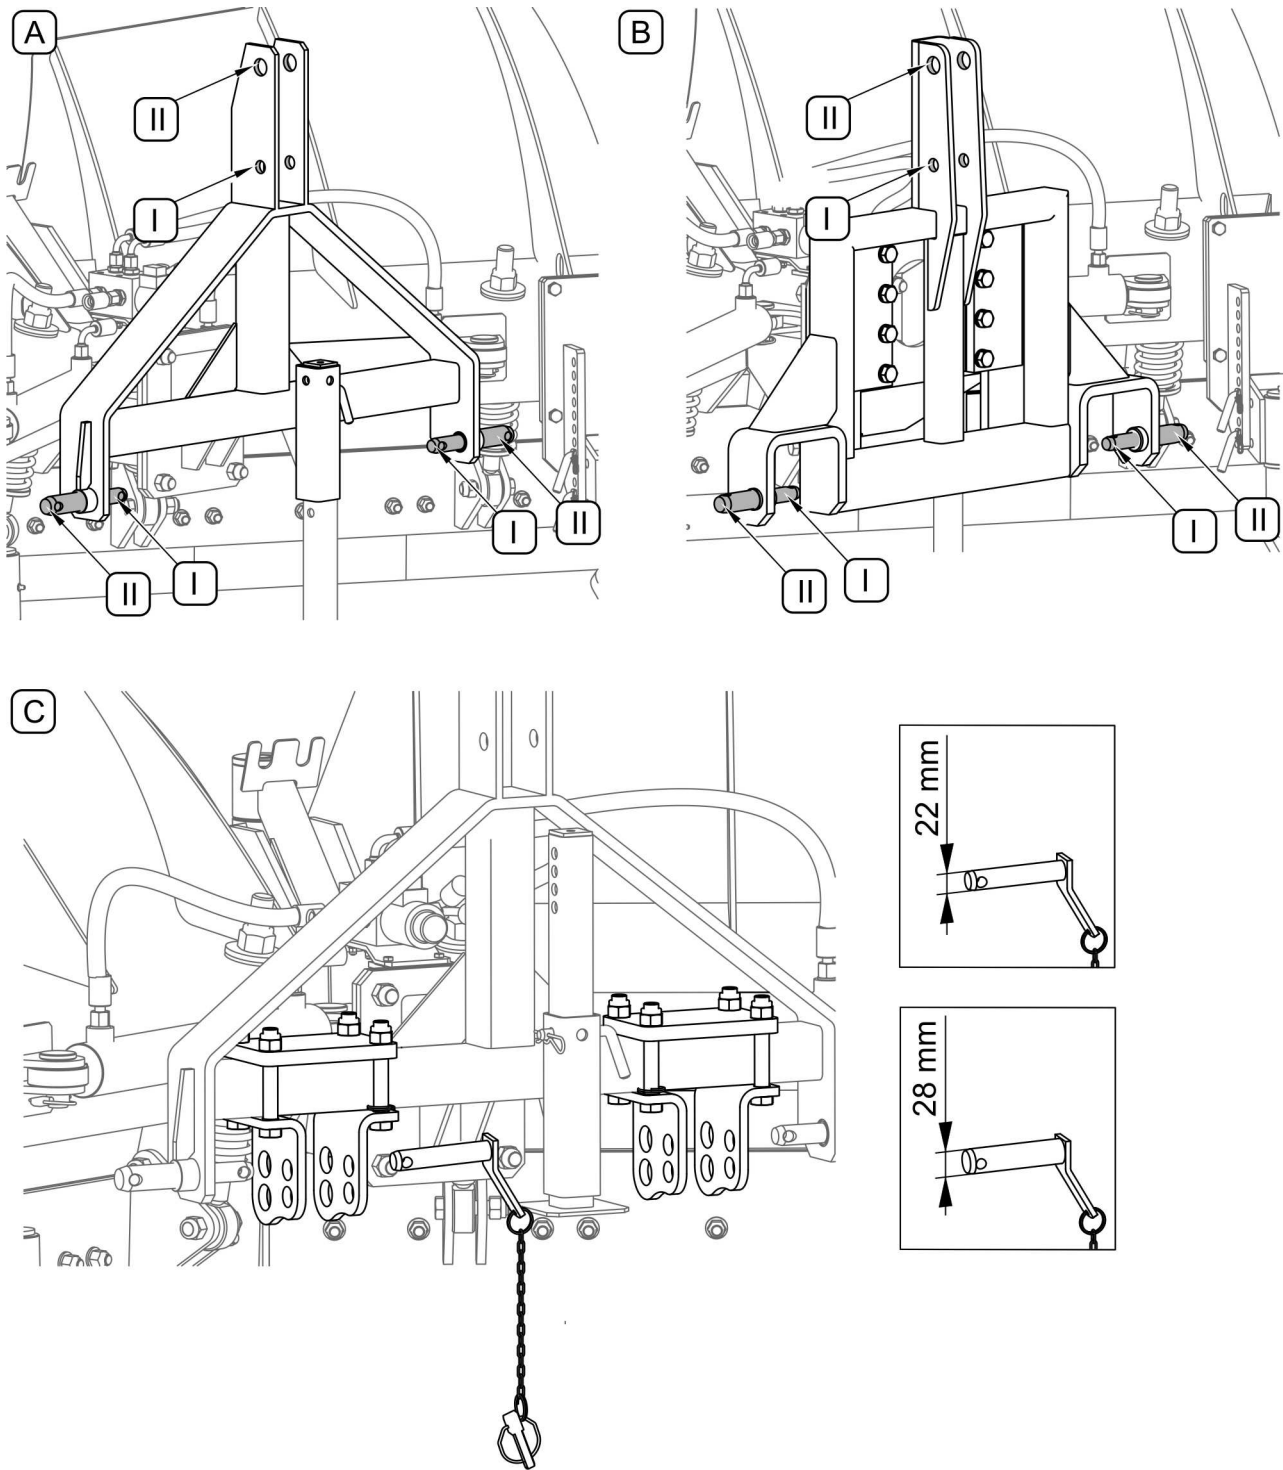

ABBILDUNG 4.2 Kategorie Dreipunktaufhängung nach ISO 730-1
Wenn die Dreipunktaufhängung des Schleppers die Einstellung des erforderlichen Abstands der unteren Zugstangen für die Kategorien I-II nach ISO 730-1 nicht ermöglicht (ABBILDUNG 4.2), können an der Aufhängung (A) Steckbolzen (C) montiert werden, wodurch ein engerer